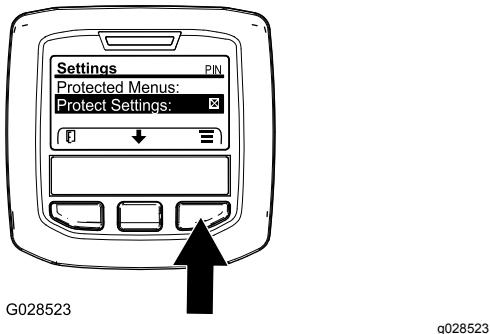

Figure 31
1. Accédez au menu protégé et déverrouillez le sous-menu protégé des réglages (Figure 31); voir Accès aux menus protégés \(page 19\).